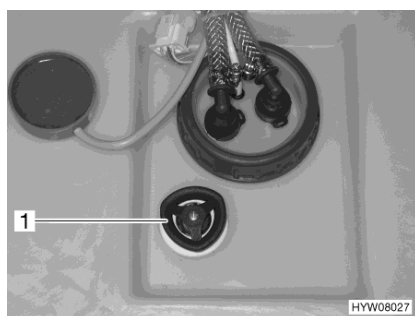

Fig. 155 Réservoir d'eau avec poignée tournante
- Faire tourner à fond dans le sens des aiguilles d'une montre la poignée tournante (Fig. 155,1) située sur le réservoir d'eau.
- Faire tourner la poignée tournante (Fig. 155,1) située sur le réservoir d'eau dans le sens inverse des aiguilles d'une montre jusqu'à ressentir une résistance. L'eau s'écoule, env. 20 litres restent.